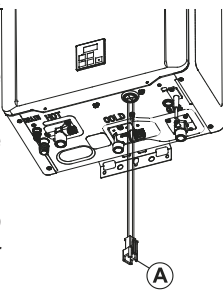
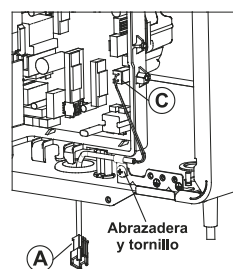

Fig. 1
Fig. 2
3. Cortar el pasacable en la parte inferior del aparato para que los cables pasen por el orificio. Pasar suficiente cable por el orificio de la carcasa (Fig. 1); conectar el terminal al conector C de la placa de circuito impreso © (Fig. 2).